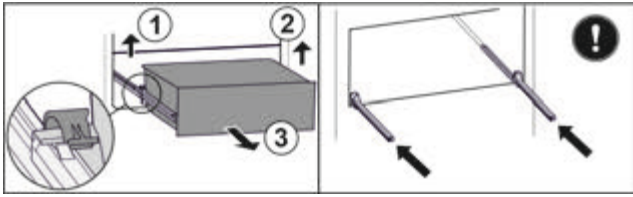

Fig. 64
- ▶ Підняти лівий затискач і одночасно висувний ящик ліворуч потягнути вперед. Fig. 64 (1)
- ▶ Підняти правий затискач і одночасно висувний ящик праворуч потягнути вперед. Fig. 64 (2)
- ▶ Вийняти висувний ящик рухом вперед. Fig. 64 (3)